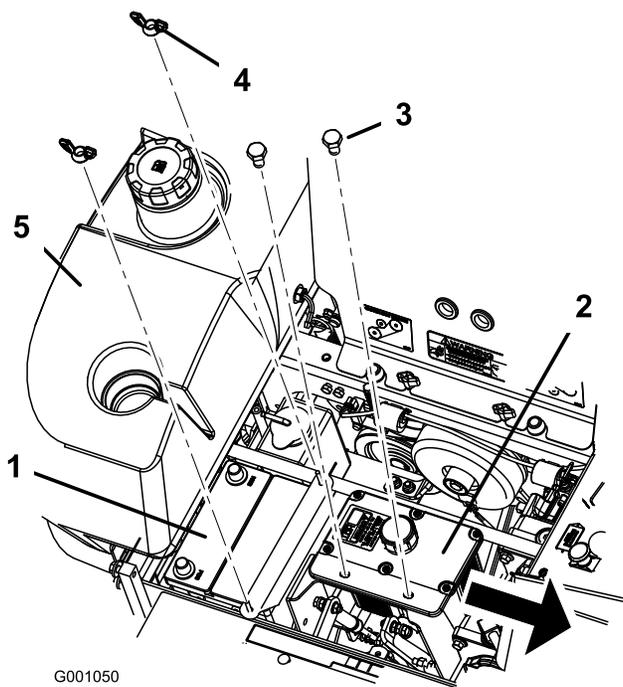

Figure 54
6. Retirez les deux écrous à oreilles (1/4 po) qui fixent la barrette de maintien de la batterie (Figure 54).
7. Retirez les boulons de fixation du réservoir hydraulique (Figure 54).
- Placez la batterie dans son support en tournant les bornes à l'opposé du réservoir hydraulique (Figure 54).
- Fixez la batterie en position avec des boulons en J, une barrette de maintien, 2 rondelles (1/4 po) et 2 écrous à oreilles (1/4 po) (Figure 54).